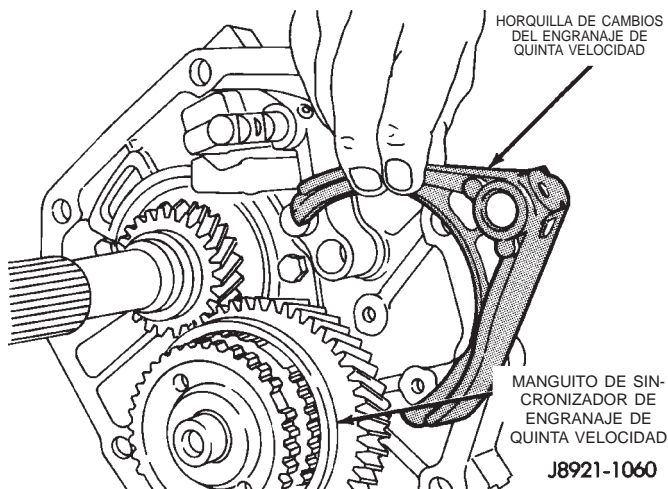

Fig. 102 Instalación de horquilla de cambio del engranaje de quinta velocidad
(36) Desplace hacia adelante la corredera de cambios de marcha atrás, tanto como sea posible, e instale la horquilla de cambio del engranaje de quinta velocidad en el manguito del sincronizador (Fig. 102).